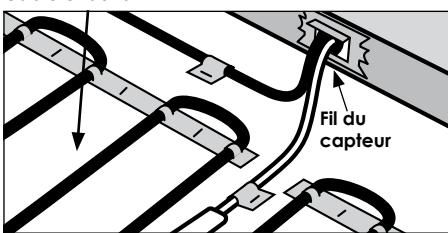

Figure 2
- Tirer sur le fil du capteur pour l'introduire dans le boîtier et le fixer au plancher. Voir la figure 2. Le fil ne doit pas croiser ni passer par-dessus un autre fil ou câble sur le plancher ET doit être encastré dans le mortier à base de ciment de la même façon que les câbles chauffants.